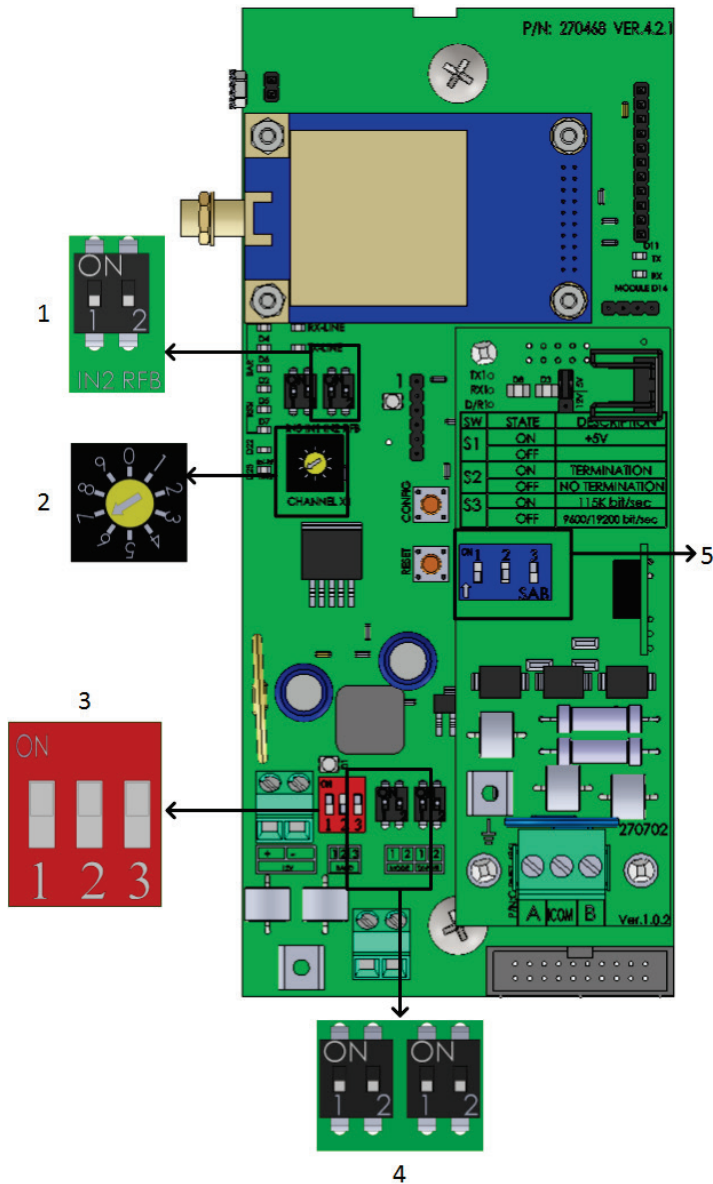

图7: 变光开关位置
- 在将 RLINK ONE 直接连到天线，然后固定在一个杆上(图 7).